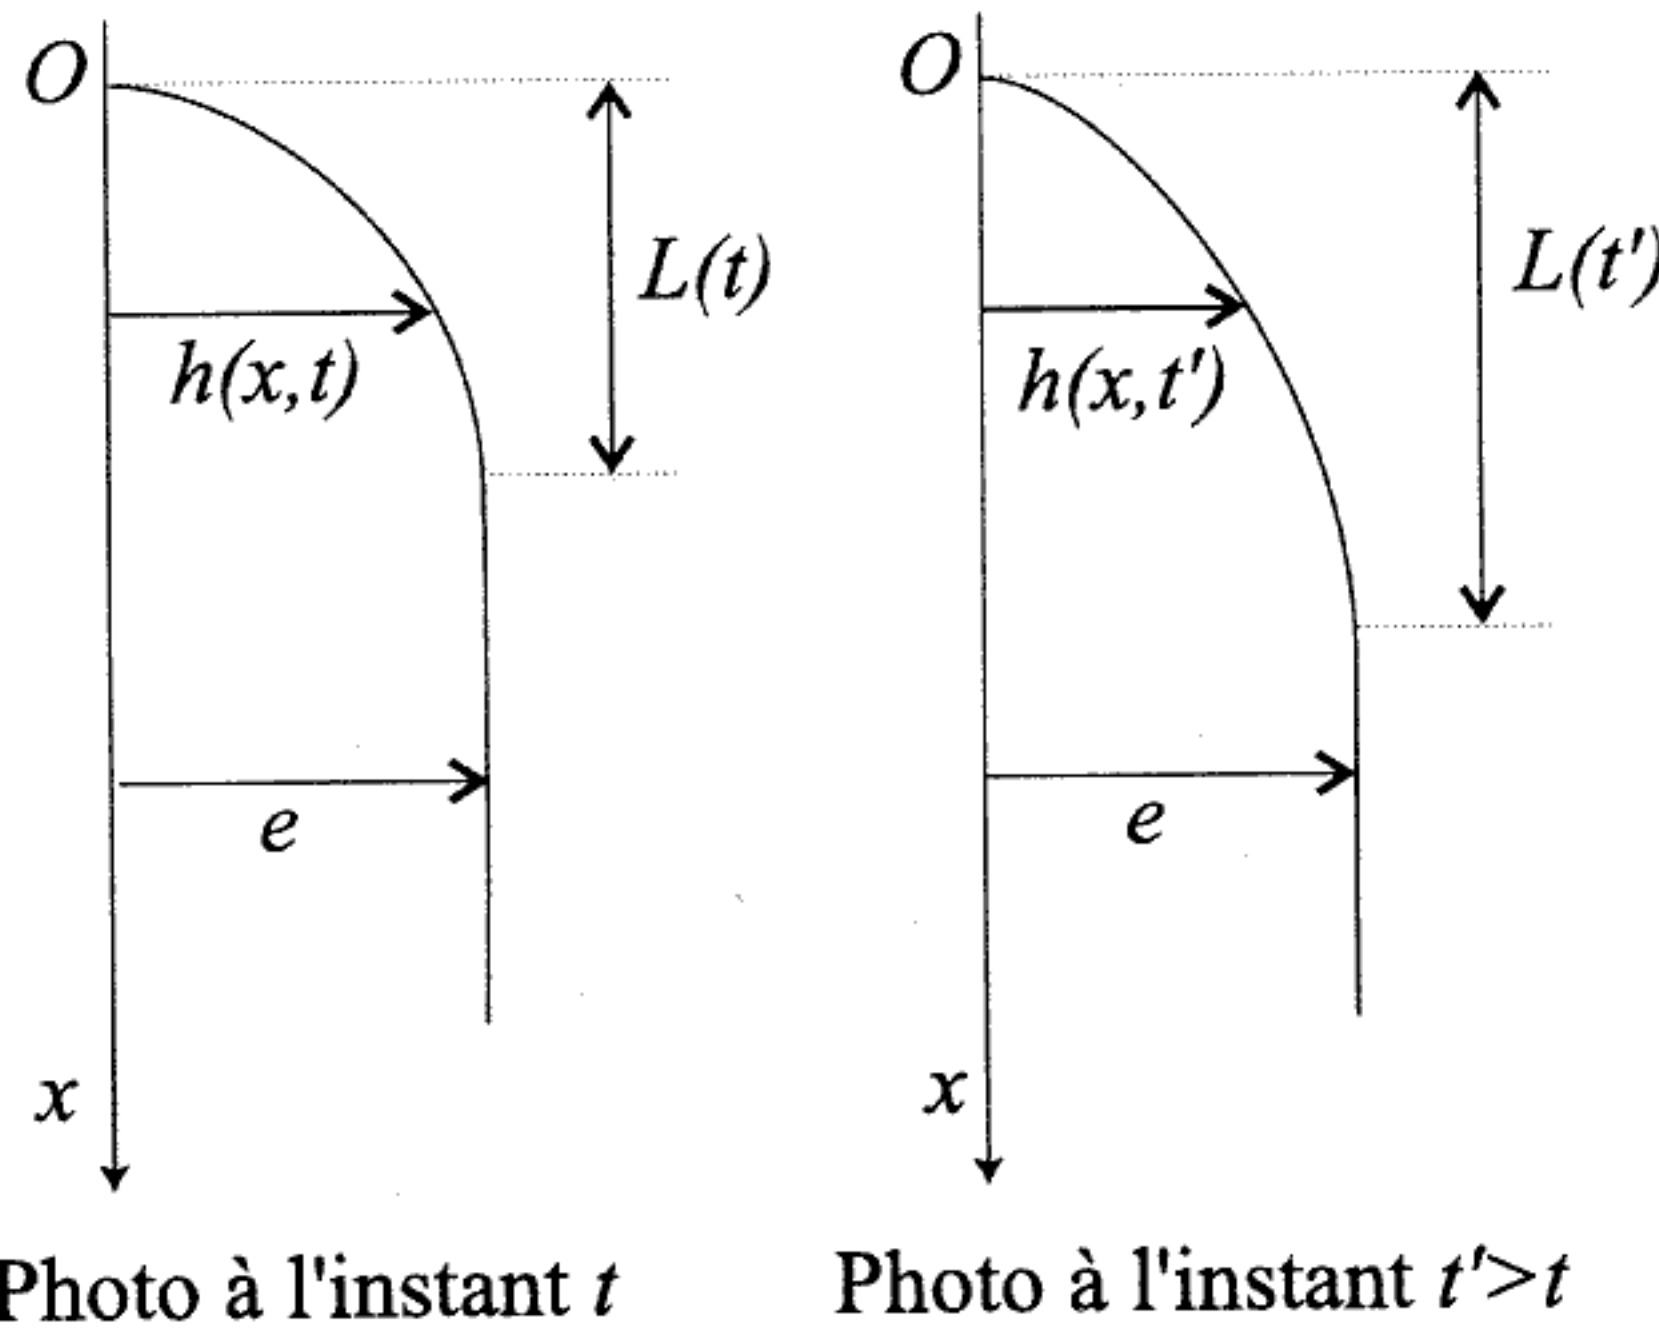

Figure 4 : drainage d'un film sous l'effet de la pesanteur
- A.4.2** On note $h(x,t)$ l'épaisseur du film (voir **figure 4**) qui dépend maintenant à la fois du temps t et de la position x : le film, qui n'est pas alimenté, s'amincit par le haut. Soit $L(t)$ la longueur de la zone amincie à l'instant t . On a bien évidemment $h(L(t),t) = e$. En écrivant la conservation de la matière, sur une tranche comprise entre les plans de cote x et $x+dx$ et de largeur unité, montrer que :